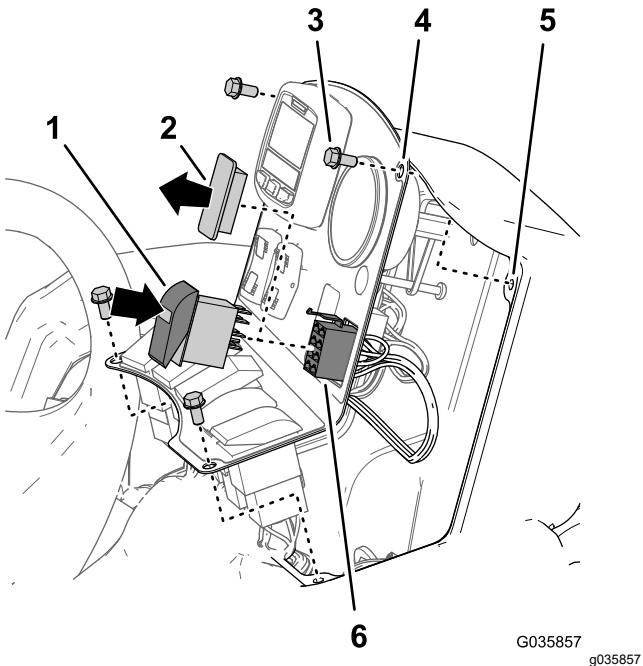

Figura 35
- Si están instalados, retire los 4 pernos con arandela prensada ($\frac{1}{4}$ " x $\frac{1}{2}$ ") que sujetan el panel de control a la consola, tal y como se muestra en la Figura 35.
- Retire el tapón del interruptor del panel de control de la consola (Figura 35).
- Alinee el conector hembra de 8 vías del arnés de cables del kit de acabado del brazo Ultra Sonic Boom a través de la abertura en el panel de control (Figura 35).
- Conecte el conector hembra de 8 vías del arnés de cables del kit de acabado del brazo Ultra Sonic Boom etiquetado MODO MANUAL SÓNICO FRENTE A AUTOMÁTICO al interruptor basculante (Figura 35).
- Instale el interruptor basculante en la abertura del panel de control hasta que el interruptor encaje en su sitio (Figura 35).
- Alinee los taladros del panel de control con los taladros de la parte superior de la consola (Figura 35).
- Sujete el panel a la consola con los pernos (Figura 35) que retiró en el paso 1.